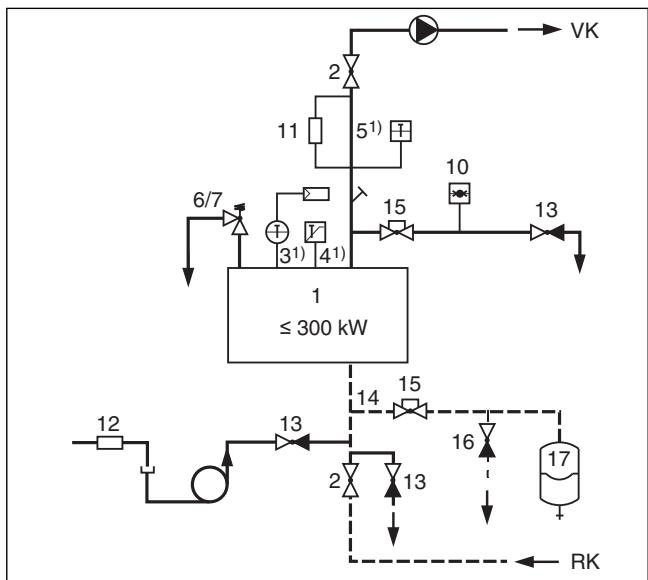

Рис. 36 Приборы безопасности по EN 12828 для котла $= 300 \text{ кВт}$ с $STB \leq 110^{\circ}\text{C}$ (прямой нагрев)
- 1) (рис. 36 и 37) базовая комплектация системы управления котла: максимально достижимая температура подающей линии в сочетании с системами управления Logamatic примерно на 18 К ниже температуры отключения (STB).
Пояснения к рис. 36 и 37: